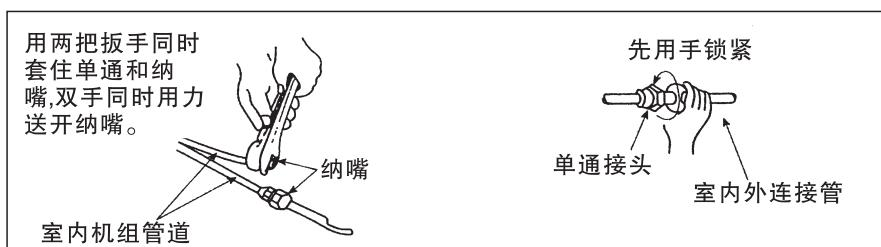

图19
- 将纳嘴和密封帽拆开，将铜管尽头的纳嘴松开，使内藏气体排出，如图19所示。当纳嘴拆开时，应将密封帽拆出，不然制冷剂将不能循环，压缩机就可能烧毁。
- 连接时，应在单通螺牙及管的喇叭口上涂上少许冷冻润滑油，以防螺牙损坏，且按图19所示对准管道拧紧。